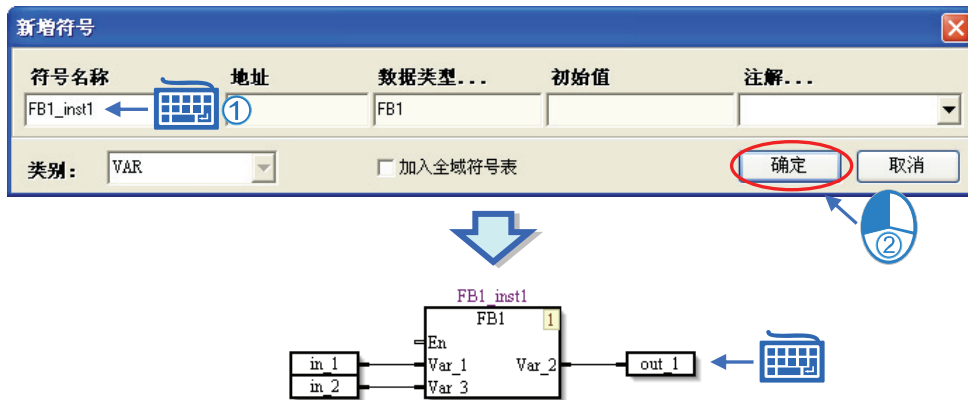

图 12-30 宣告功能块实例
- (2) 输入功能块实例的符号名称 ( 即功能块类型的变量符号名称 ) · 按下「确定」钮或键盘的「Enter」键。如图 12-30。之后再逐步输入对应接脚的装置或符号即可。